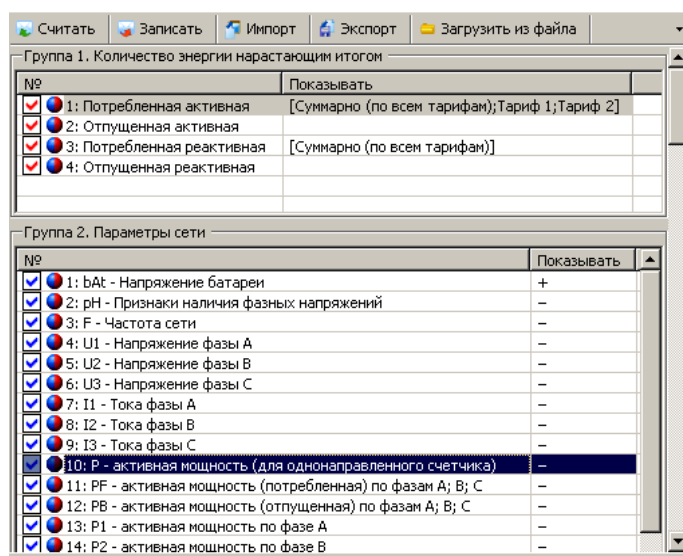

Рисунок 91 – Окно раздела «Конфигурация» → «Вывод на ЖКИ»
- перейти в раздел «Конфигурация» → «Вывод на ЖКИ» и составить списки индицируемых на ЖКИ параметров (*LIST1-LIST6*). Списки параметров *LIST1-LIST6* позволяют выбрать для просмотра параметры соответственно из шести первых групп. Для групп 1, 4 и 6 выбираются индицируемые значения для каждого направления учета, для остальных указывается показывать («+») или не показывать («-») конкретные кадры (рисунок 91).
ния для каждого направления учета, для остальных указывается показывать («+») или не показывать («-») конкретные кадры (рисунок 91).